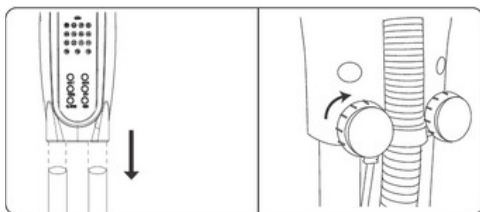

Fig. 2
2. Deșurubați cele două șuruburi de pe spatele dispozitivului (nu deșurubați complet cele două piulițe, deoarece acestea vor cădea). Atașați unitatea motorului la țevi și strângeți piulițele (Fig. 2).